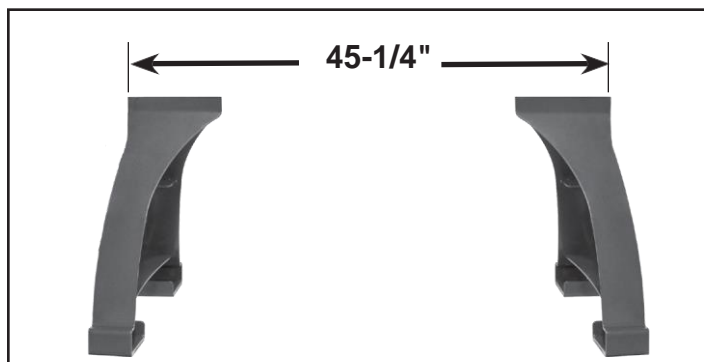

FIG. 4
1. Placez les deux jambes (H, #F1) à environ 45-1/4" d'écart de mesure des bords extérieurs. Assurez-vous que les supports d'étagère sur les jambes sont orientés vers l'intérieur, vers l'autre. Figure 4.